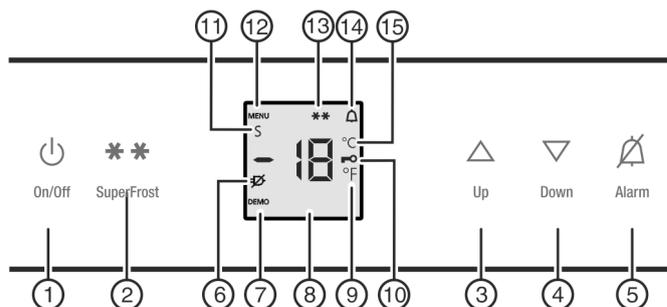

Fig. 2
- ▶ Pulsar tecla On/Off *Fig. 2 (1)*
- ▶ Activar el modo de ajuste: pulse la tecla SuperFrost *Fig. 2 (2)* durante aprox. 5 s.
- ▷ El símbolo de menú *Fig. 2 (12)* parpadea.
- ▶ Utilice la tecla de ajuste Up *Fig. 2 (3)*/ la tecla de ajuste Down *Fig. 2 (4)* para seleccionar °.
- ▶ Confirmar: pulse brevemente la tecla SuperFrost *Fig. 2 (2)*.
- ▶ Utilice la tecla de ajuste Up *Fig. 2 (3)*/ la tecla de ajuste Down *Fig. 2 (4)* para seleccionar °F o °C.
- ▶ Desactivación del modo de ajuste: Pulse la tecla On/Off *Fig. 2 (1)*.
- ▶ Activar el modo de ajuste: pulse la tecla SuperFrost *Fig. 2 (2)* durante aprox. 5 segundos.
- ▷ En el indicador se visualiza el símbolo Menú *Fig. 2 (12)*.
- ▶ Confirmar con la tecla SuperFrost *Fig. 2 (2)*.
- ▷ El símbolo de seguridad para niños *Fig. 2 (10)* se ilumina en el indicador.
- ▶ Pulse brevemente la tecla On/Off *Fig. 2 (1)*.
- ▷ El símbolo seguridad para niños *Fig. 2 (10)* desaparece.
- ▶ Pulse la tecla Alarm *Fig. 2 (5)*.
Simultáneamente, parpadea la indicación de temperatura y el símbolo de alarma *Fig. 2 (14)*.
El tono de aviso se desactiva automáticamente, el símbolo de alarma *Fig. 2 (14)* se apaga y la indicación de temperatura deja de parpadear cuando la temperatura vuelve a descender lo suficiente.